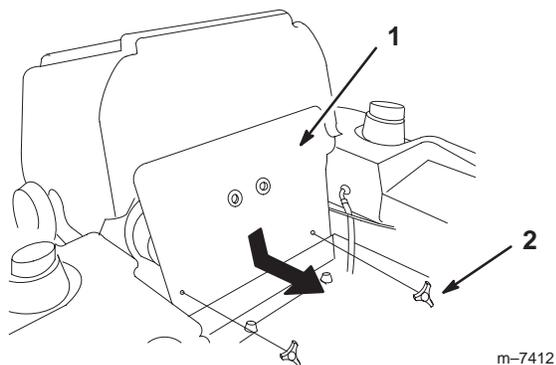

Figure 42
3. Basculez le siège en avant et déposez le panneau avant du moteur (Fig. 42).
- Basculez le siège en avant et déposez le panneau avant du moteur (Fig. 42).